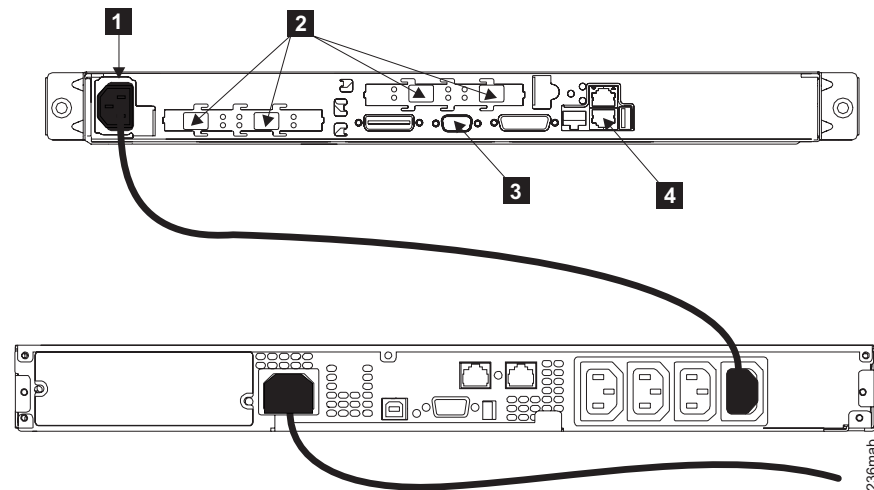

図 1. SAN ボリューム・コントローラーおよび UPS 5115 の電源ケーブルとシグナル・ソケット
2. 電源ケーブルが UPS 5115 のロード・セグメント・コンセントに接続されていることを確認します。また、電源ケーブルのもう一方の端が、UPS 5115 からラックの配電部に接続されていることを確認してください。図 1 は、SAN ボリューム・コントローラーおよび UPS 5115 のコネクタを示しています。電源ケーブル・コネクタは、図の **1** です。